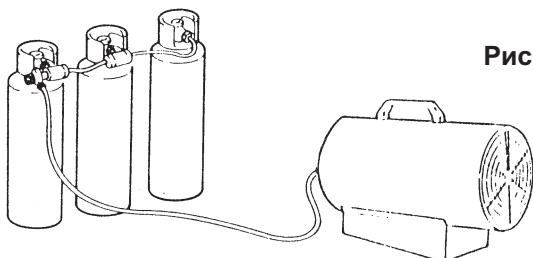

Рис.1
- Если генератор работает непрерывно при максимальной мощности, возможно образование льда с внешней стороны баллона по причине высокого испарения газа с последующим уменьшением мощности. Даже если не присутствует иней, используя очень маленький баллон, тем не менее имеет место снижение давления, которое может затруднить работу оборудования. Для непрерывной работы при максимальной мощности советуется монтировать баллоны параллельно (см. Рис. 1).